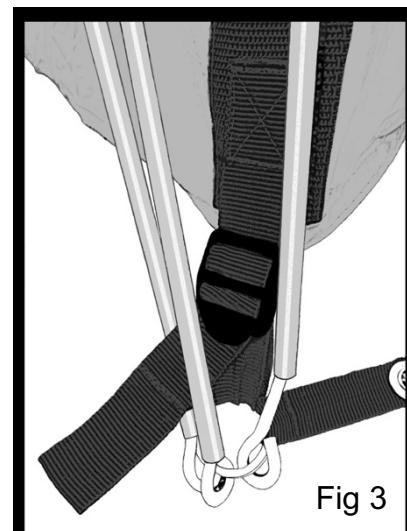

Fig 3
4. When all the poles are through to the other side, locate the pole ends on one side into the metal pins (Fig 3). On the opposite side, gather the poles together and push them back into the pole sleeves so that they bend into an arch. Feed the pole sleeve fabric along the pole length as they bend and make taut. Locate pole ends into the metal pins on the opposite side. Tighten the adjustable straps.
. Wanneer alle palen door naar de andere kant zijn, plaats de paaileinden aan de ene kant in de metalen pennen (Fig. 3). Aan de andere kant, pak de palen samen en duw ze terug in de paalmouwen zodat ze buigen in een boog. Voer de paalmouw doek langs de paaileinden als ze buigen in strak worden. Plaats de paaileinden in de metalen pennen aan de andere kant. Draai de verstellbare riemen vast.